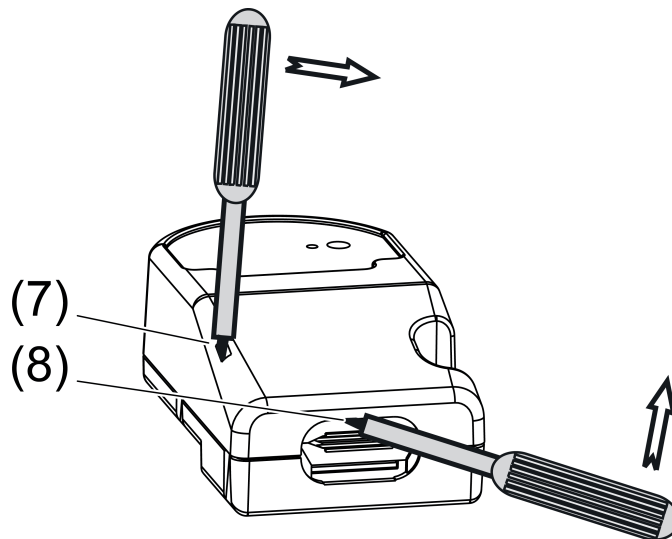

Bild 3: Öppna kapslingen
- Stick in en skruvmejsel i öppningen (7) och bänd försiktigt ut kapslingslocket (bild 3).
- Stick sedan in skruvmejseln mellan dragavlastningen och kapslingsöverdelen (8) och bänd upp.
- i** En fasthakad adapter (3) kan bändas loss med en skruvmejsel. Sätt skruvmejseln vid låsmekanismen för att göra detta.